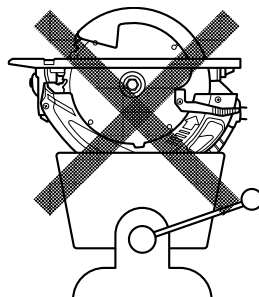

Fig. 7
24. No intente nunca cortar colocando la sierra circular de manera invertida sobre un banco de trabajo. Esto es sumamente peligroso y puede producir accidentes de gravedad. (Fig.7)